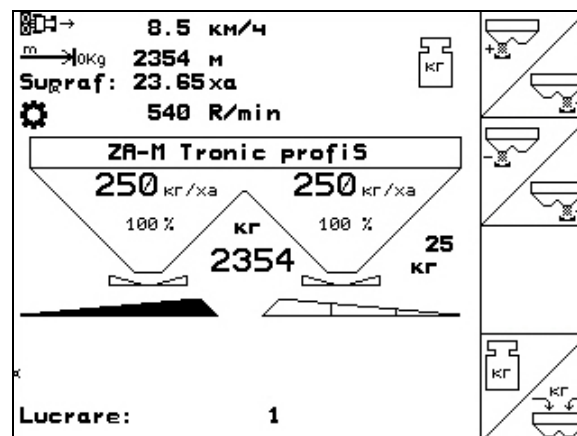

Fig. 33
- Cantitatea de îngrășământ împrăștiată va fi afișată în meniul de lucru (Fig. 33/1).
- În meniul de lucru este indicată finalizarea aplicării a 200 kg de îngrășământ (Fig. 33/2).